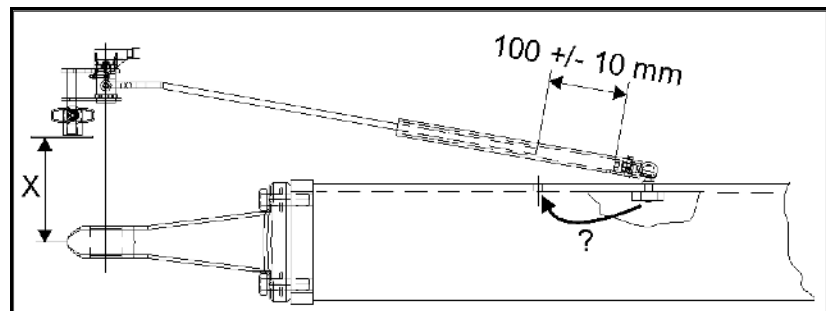

Fig. 118
- Den Abstand zwischen Kuppelpunkt und Drehwinkelgeber (Fig. 118/ X) möglichst gering halten (besonders bei Hitch-Deichsel).